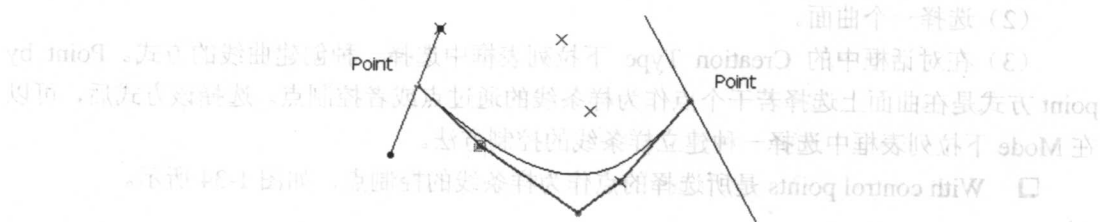
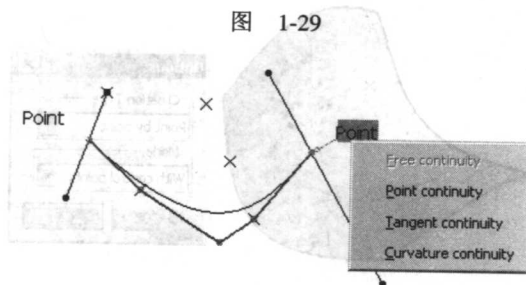
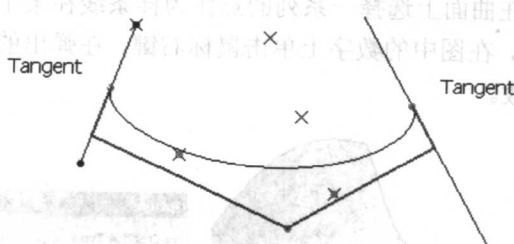

图 1-29
图 1-30
图 1-31
(12) 在 **Control points** 方式下，如果样条线的控制点在其他几何元素上，可以设置样条线与该几何元素的连续关系，如图 1-29 所示，图中的样条线与其他两条直线是点连续的关系。在“Point”字样上单击鼠标右键，在弹出的如图 1-30 所示的菜单中选择一种连续方式，设置样条线与该直线的连续方式。如图 1-31 所示，是将样条线与两条直线的连续方式改变为相切。